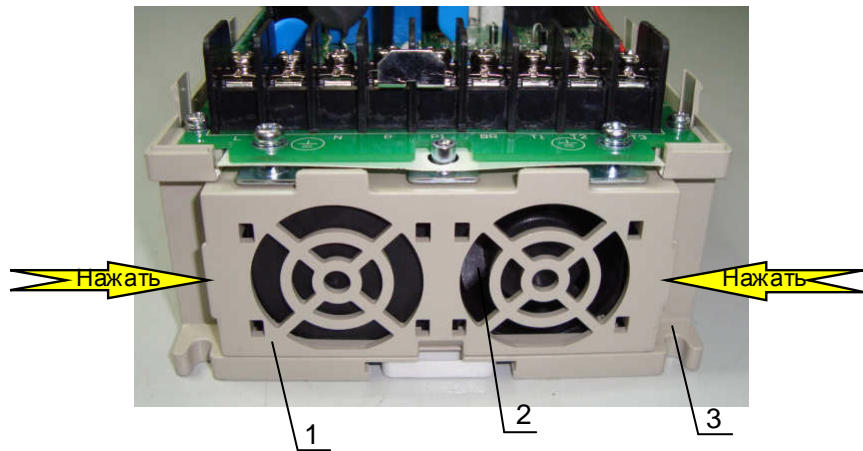

Рис.6.7
6.5.1. Нажать на фиксаторы, вынуть панель вентилятора 1 из основания корпуса 3 (рис. 6.7).